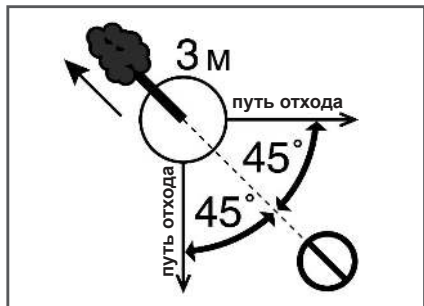

Рис. 13 Определение путей отхода
силу и направление ветра, естественный наклон дерева, равномерность распределения веток в кроне дерева. Начните пилить с той стороны дерева, куда оно должно упасть (Рис. 13).
- Обязательно определите путь отхода. Путь отхода (Рис. 13) должен быть направлен по диагонали в сторону, противоположную направлению падения, под углом 45 градусов, и вы должны отойти минимум на 3 метра от ствола, на тот случай, если во время падения комель дерева отскочит в сторону.